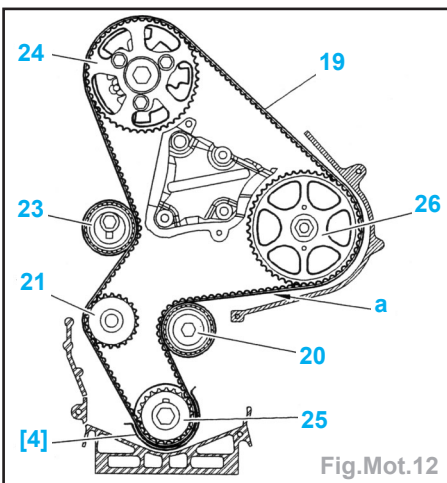

Fig.Mot.12
- Replacer la courroie de distribution (19) sur le pignon de vilebrequin (25).
- Replacer la courroie de distribution (19), brin «a» bien tendu, dans l'ordre suivant (Fig.Mot.12) :